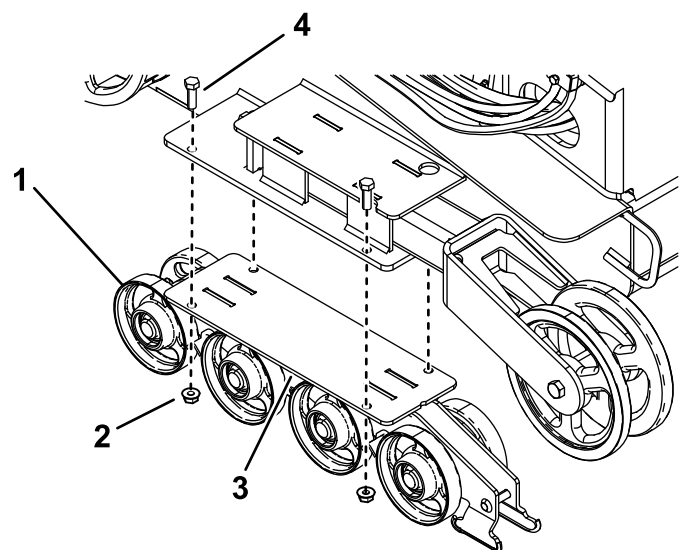

Figura 48
4. Retire os quatro parafusos e porcas que fixam cada guia da lagarta inferior que contém as rodas de estrada e retire-as (Figura 48).